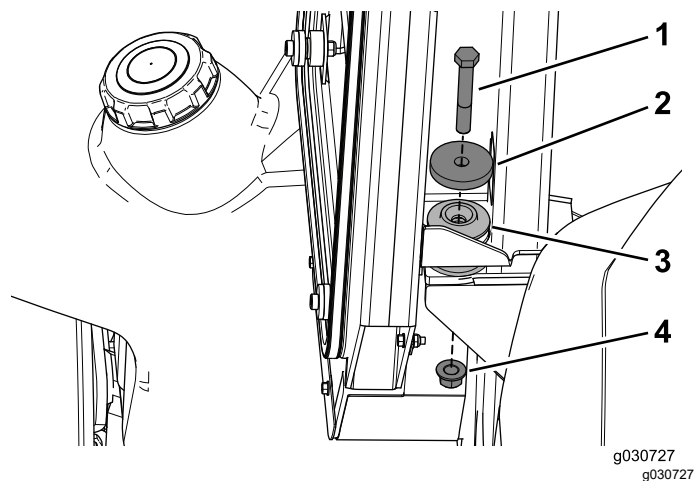

図 28
3. ボルト ½ x ¾"、ワッシャ直径 2¼"、ロックナット ½" を使って、キャブを後マウントに固定する 図 28。